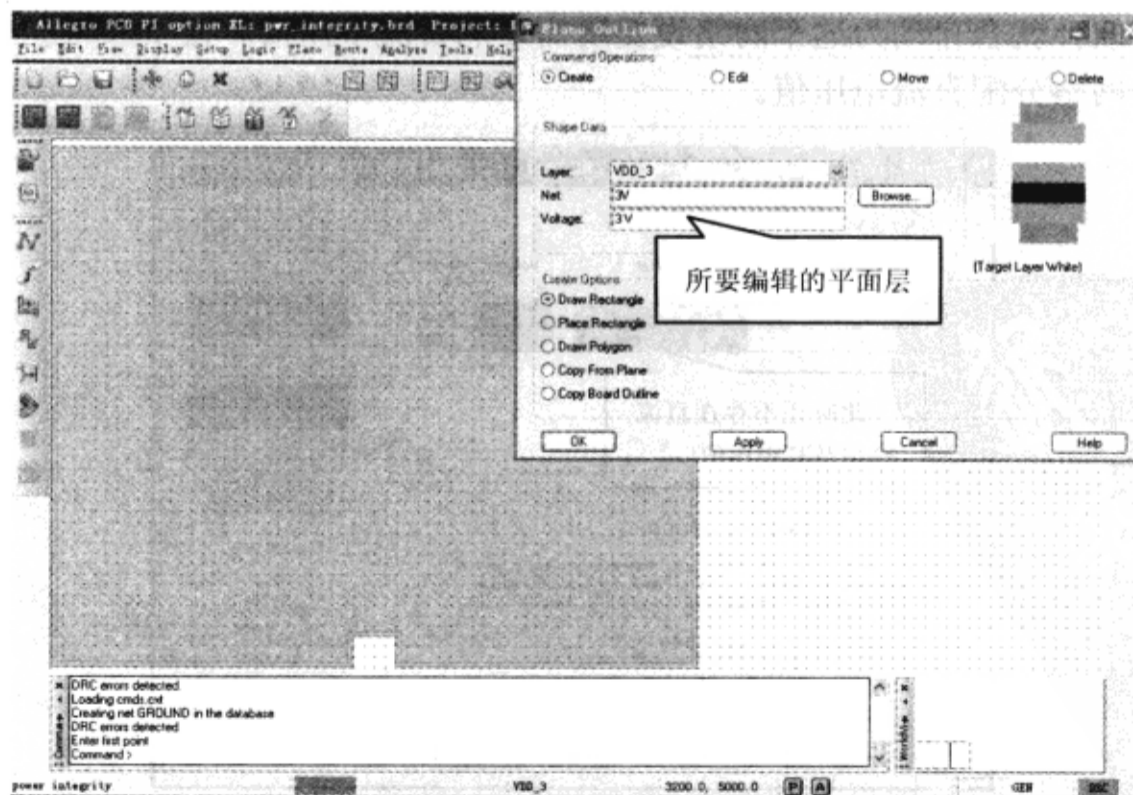

图 7-12-37 “Plane Outline”对话框
(1) 在“Power Integrity Setup Wizard - DC Net-Plane Association”对话框中单击“Edit shape”按钮，会弹出“Plane Outline”对话框，如图 7-12-37 所示，注意“Plane Outline”对话框的“Shape Data”区域，这里显示的是所要编辑的平面层形状。